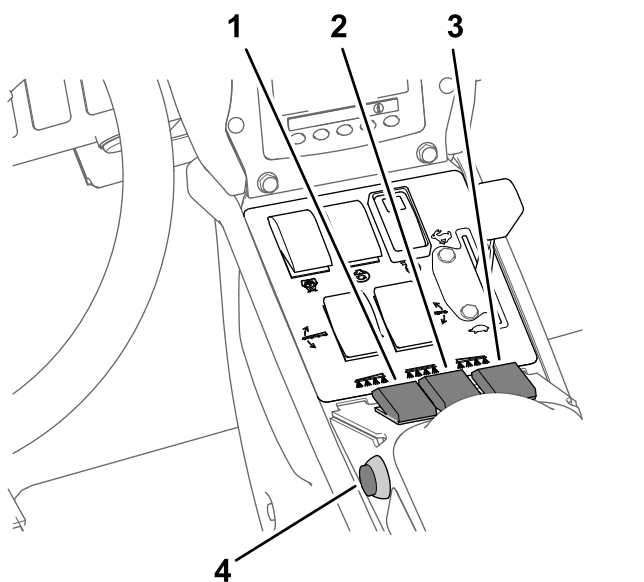

図 41
7. 個別ブームスイッチを ON にセットする 図 41。
10. 走行を開始し、所定速度に達したらマスターブームスイッチを ON にすると散布が始まる 図 41。
3. マスターブームスイッチを OFF にセットする 図 41 散布率モードでの散布 \(ページ 32\)を参照。
7. 散布したいブームのスイッチを ON 位置にする 図 41 散布率モードでの散布 \(ページ 32\)を参照。
9. 希望速度で走行し、マスターブームスイッチを ON にすると散布が始まる 図 41 散布率モードでの散布 \(ページ 32\)を参照。